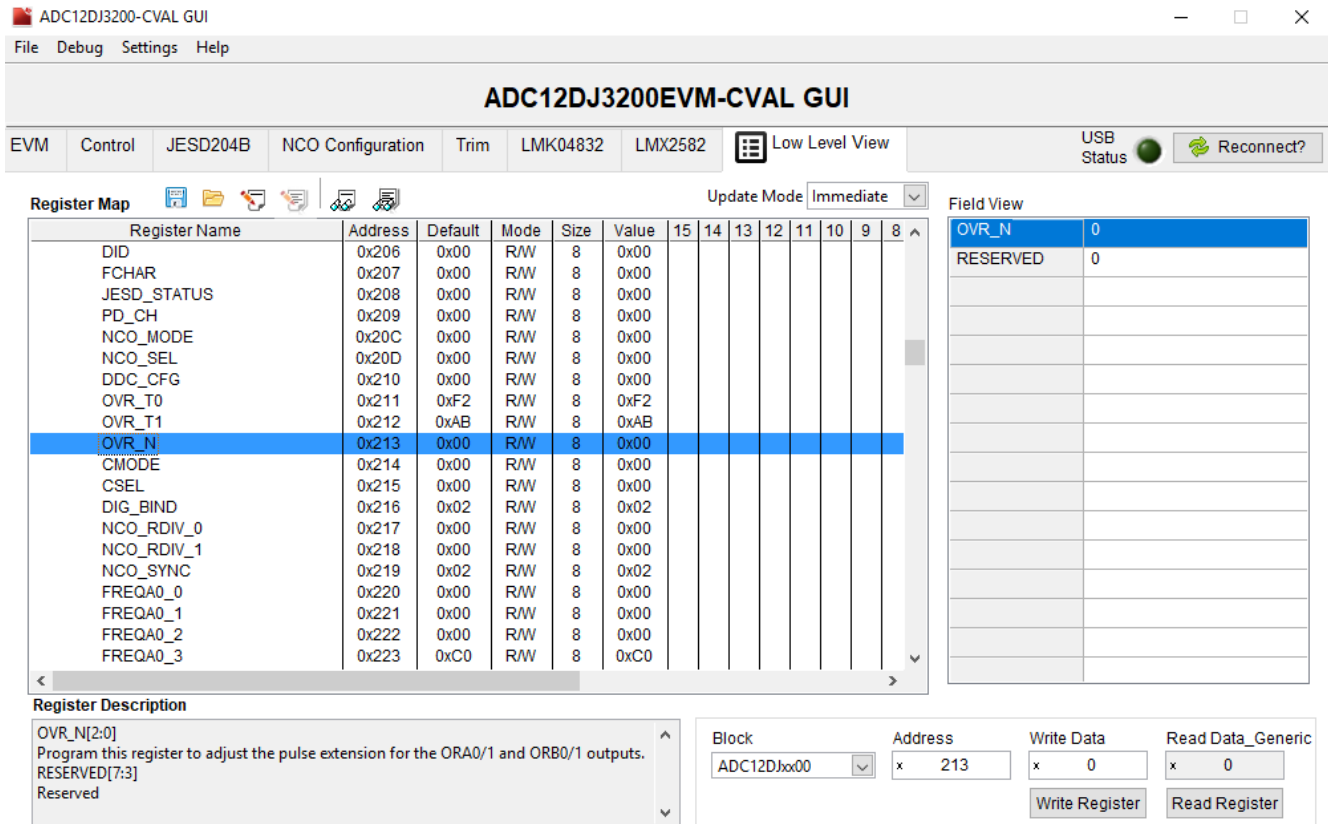

图 7-2. “Low Level View” 选项卡
8. 点击 *Read Register* (读取寄存器) 按钮，确认地址 0x213 现在设置为 0x00，如图 7-2 所示。